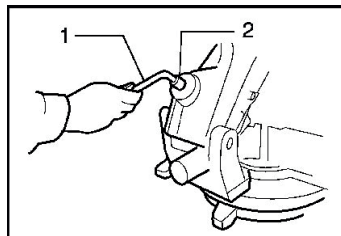

Рис. 5
- Используя гаечный ключ (1) поворачивайте регулировочный болт (2) до тех пор, пока край лезвия немного не будет касаться верхней поверхности поворотного основания в точке, где лицевая сторона направляющей линейки соприкасается с верхней поверхностью поворотного основания (рисунок 5).